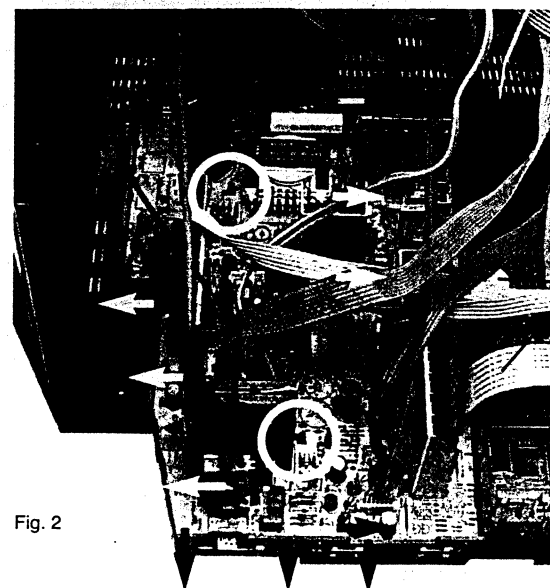

Fig. 2
- 1 - Remove the two connection cable PSB/SSB (1) (Fig.2) and get free the "PSB" board from the chassis in pressing the maintain tongue (9 in periphery and 2 in the board) (Fig.2) . Put the two extension cable PSB/SSB (35120540) (Fig.3).
- 1 - Retirer les cordons de raccordement PSB/SSB (1) (Fig.2) et dégager la platine "PSB" du chassis en appuyant sur les languettes de maintien (9 en périphérie et 2 en interne) (Fig.2) . Mettre les cordons prolongateurs de raccordement PSB/SSB (35120540) (Fig.3).
- 1 - Entfernen Sie die beiden Verbindungskabel PSB/SSB (1) (Fig.2). Zum Ausbau der PSB-Platine lösen Sie die 9 Halteklammern um die Platine herum und die 2 Klammern in der Platine wie (Fig.2) dargestellt. Stecken Sie die Verlängerungskabel PSB/SSB (35120540) (Fig.3) ein.